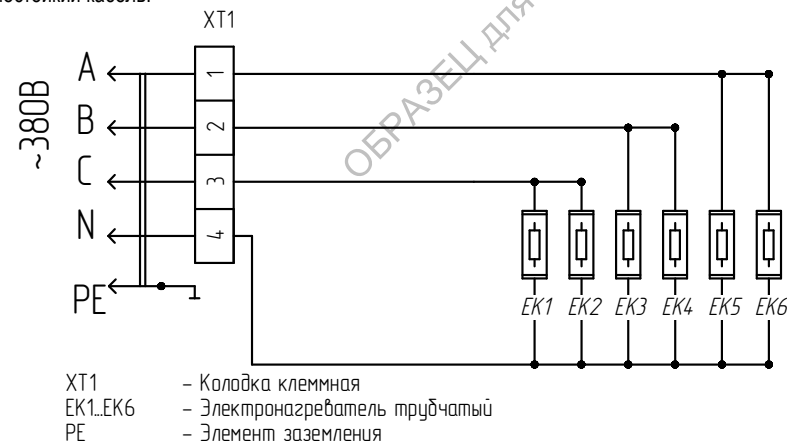

Рис.3 Схема электрическая принципиальная
6.5. **ЭЛЕКТРОПИТАНИЕ КАМЕНКИ** подводится по типовой пятипроводной схеме «А, В, С, N, РЕ» в соответствии с рис.3., с соблюдением требований «Правил технической эксплуатации электроустановок потребителей» и «Правил по охране труда при эксплуатации электроустановок» (ПТЭЭП и ПОТЭУ). Для подключения заземления имеется отдельная клемма, маркированная знаком заземления.